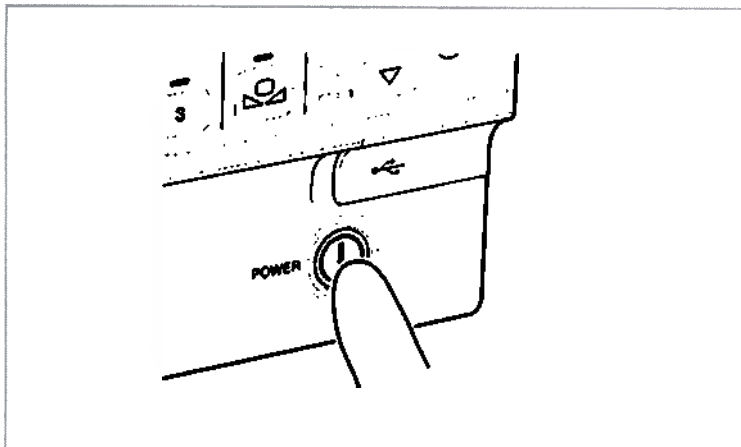

Рисунок 5.1
1. Нажмите  на передней панели видеопроцессора (см. рисунок 5.1).